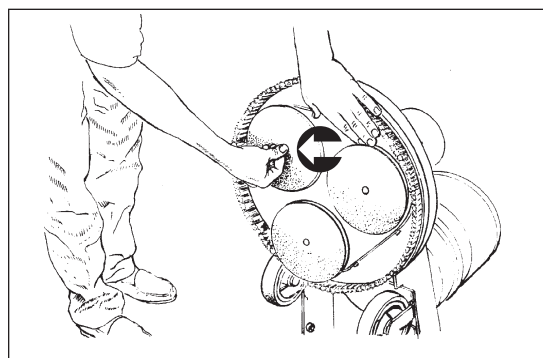

Рисунок 15
- г.) Чтобы снять уже имеющуюся бумагу или фильтр / полировальник, станьте сбоку машины и потяните с одной стороны. Фильтр может быть прикреплен пластмассовой кнопкой, которую необходимо снять, перед тем как снимать фильтр. (См. рисунок 15)